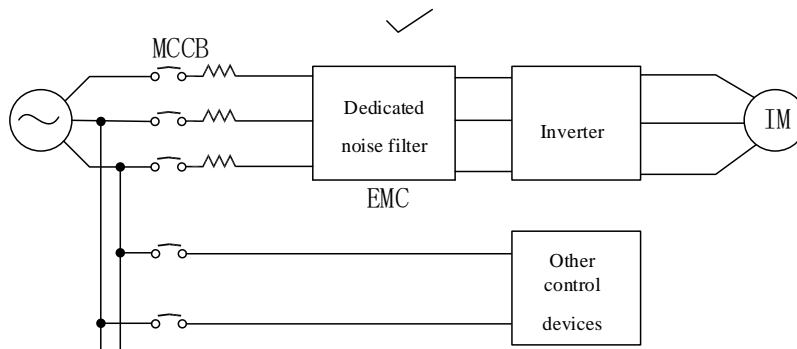
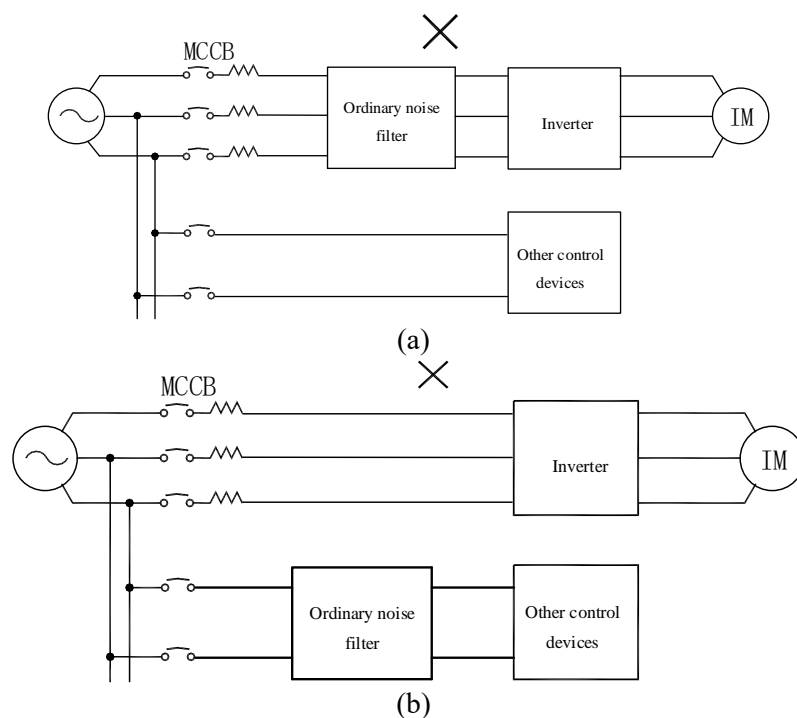

Рис.3-5 Корректная установка фильтра шума
Рис. 3.6: Неправильная установка фильтра шума.
- Правильная и неправильная установка фильтра ЭМС показаны на Рис. 3-5 и Рис. 3-6..